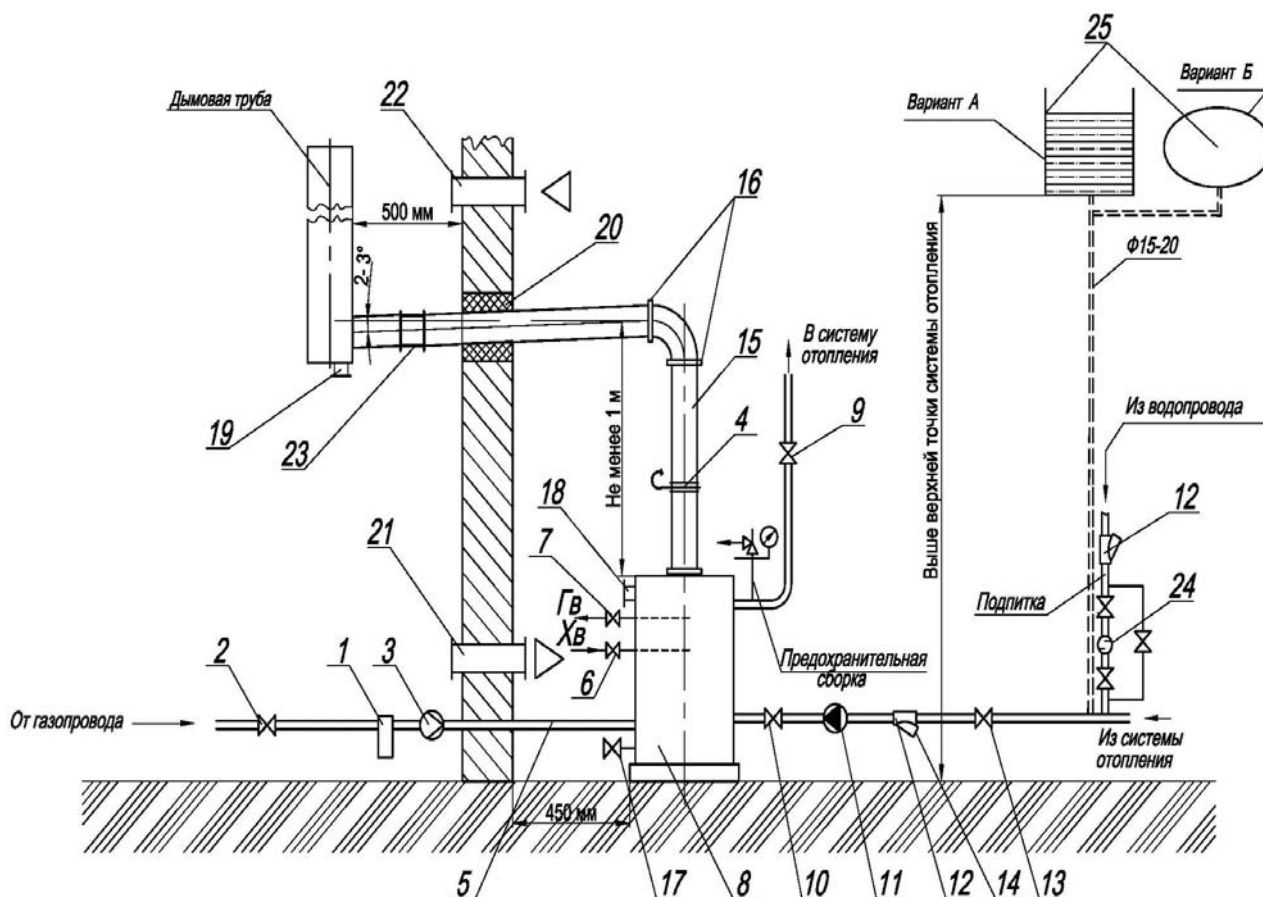

Рис.3
3.4. На рис.3 показана рекомендуемая схема обвязки котла.
Рис. 3а